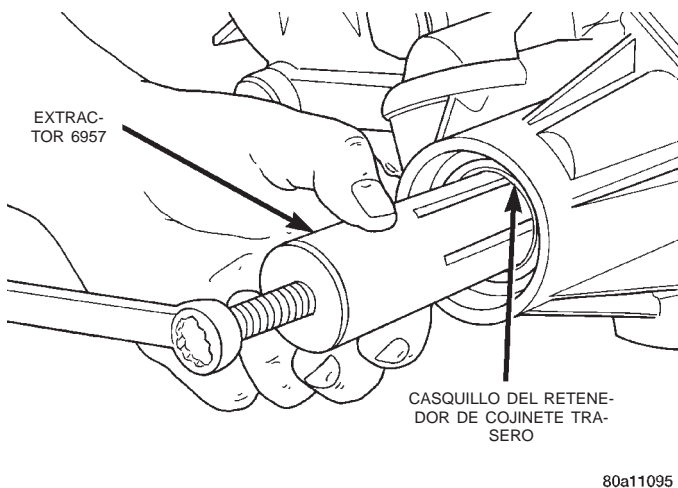

Fig. 23 Desmontaje del casquillo—Característico
(1) Retire la junta de estribo del retenedor.
(2) Inserte el extractor 6957 en el retenedor de cojinete trasero. Ajuste la herramienta al casquillo y retírelo (Fig. 23).